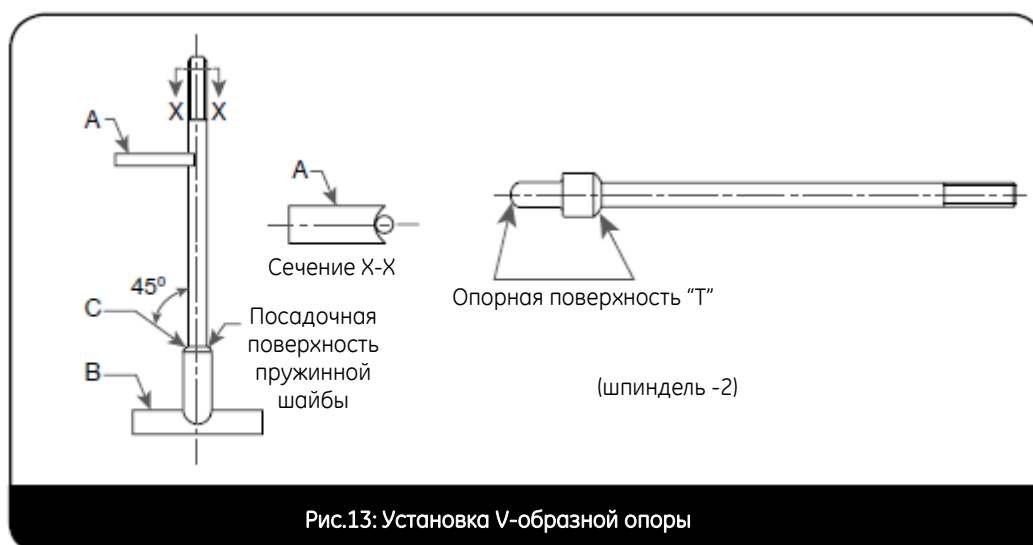

Рис.13: Установка V-образной опоры
а. Поместите шпиндели с шаровым наконечником на деталь В, которая была выточена для обеспечения свободного вращения шпинделя (Рис. 13).
3. Шток изогнут (Рис.13).